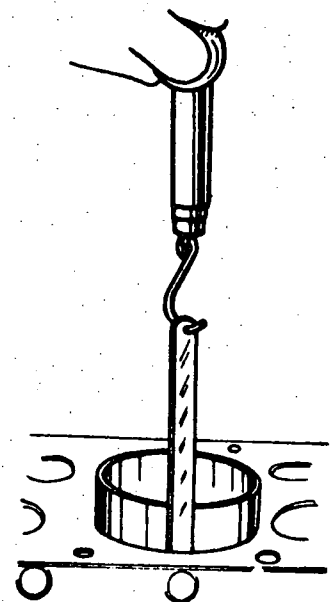

Fig. 4
- a tensão necessária para deslocar uma lâmina calibrada entre o êmbolo e a parede do cilindro (fig. 4);